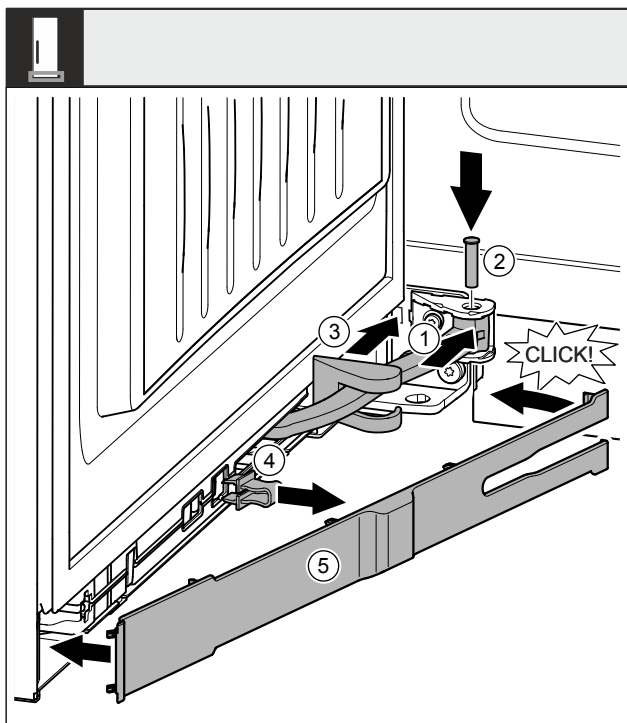

Fig. 54
- Zavrtite zgibni del Fig. 54 (1) v vpetju.
- Z izvijačem vstavite sornik Fig. 54 (2) v vpetje in zgibni del. Pri tem pazite, da zaskočni zapah pravilno sedi v utoru.
- Potisnite pokrov ležajnega podstavka Fig. 54 (3) vzdolž zgibnega dela in ga montirajte nad vpetjem.
- Snemite varovalo Fig. 54 (4).
- Namestite zaslonko Fig. 54 (5) na strani ročaja in jo obrnite navznoter.